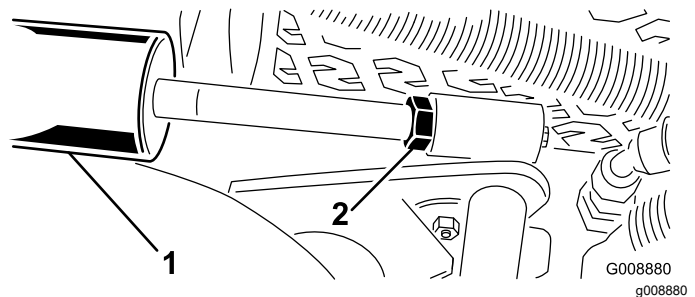

Figure 31
1. Desserrez l'écrou de blocage du vérin de levage (Figure 31).